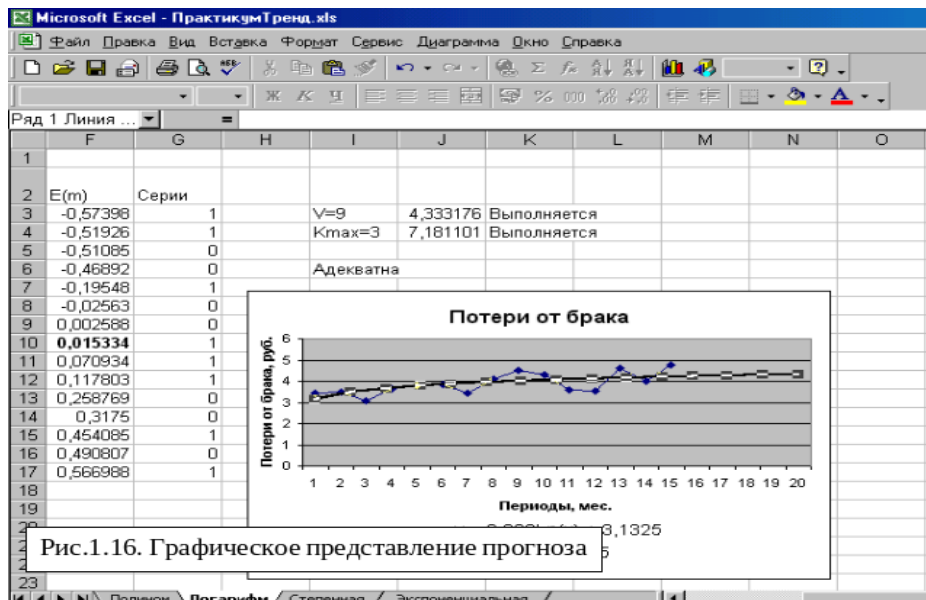

Рис.1.16. Графическое представление прогноза
3.5. Результатом является построенный на 5 периодов прогноз на диаграмме (Рис.1.16.)